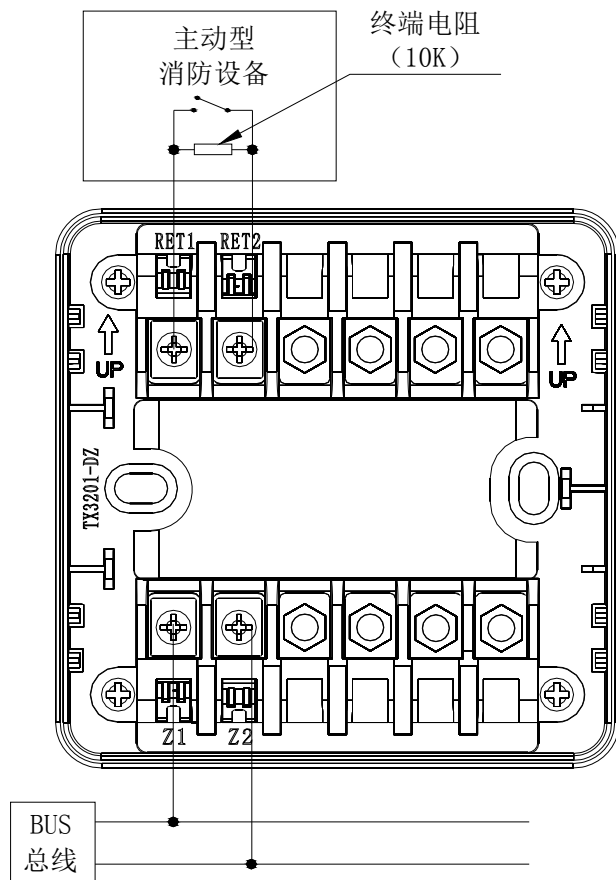

图 3 接线方式示意图
- ◆ 在输入线的末端 (远离模块端) 必须并联一个 $10K\Omega$ 的终端电阻 (具体接线方法参见图 3)。
模块的接线方式如图 3 所示。